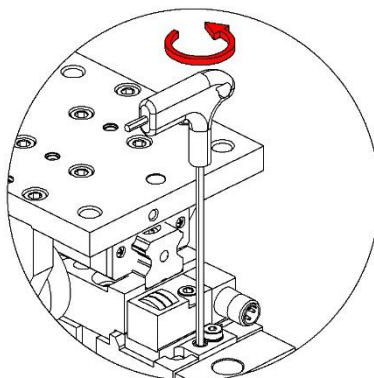

Imagen 2
- Desatornille el tornillo de enchufe M6 debajo del sensor inductivo; (Imagen 2)